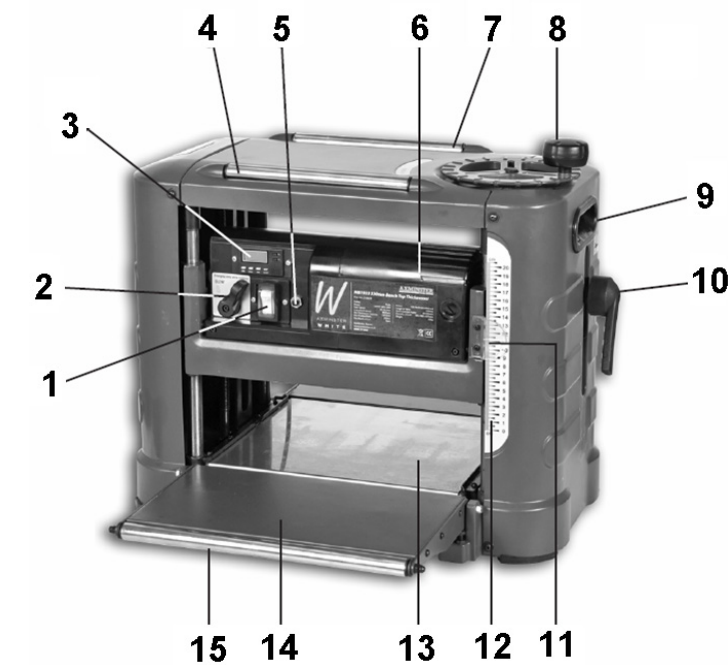

Рис.2
10.4. Юстировка роликов удлинителя стола (Рис. 2; 3; 5; 6)
11.1. Сетевой выключатель и тепловой прерыватель (Рис. 2)
Ручкой (8), Рис.2, по шкале (12) установите положение, соответствующее максимально толстому участку заготовки, после чего установите глубину строгания.
11.2.2. Заготовку подавайте обработанной стороной вниз по поверхности рабочего стола (13) со стороны переднего удлинителя стола (14) до момента захвата заготовки протяжными роликами (автоматическая подача); по необходимости поддерживайте заготовку, не форсируя и не замедляя скорость прохождения заготовки, Рис.2.
11.4. Чистовое строгание и дополнительные операции (Рис. 2)
На верхней панели рейсмуса для облегчения возврата предварительно обработанной заготовки на исходную позицию для повторного прогона предусмотрены дополнительные металлические ролики (4 и 7), Рис. 2.